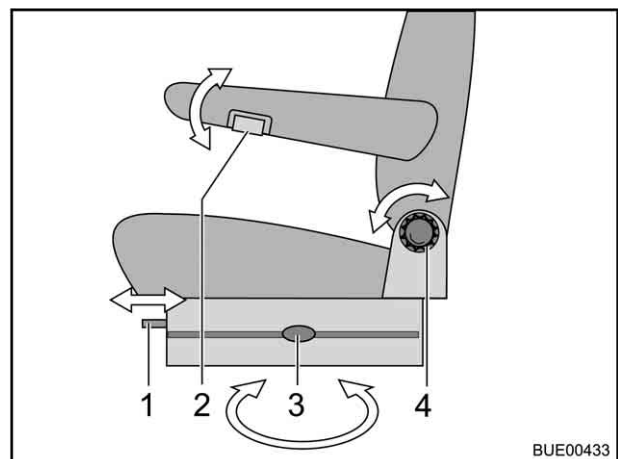

Fig. 12 Siège conducteur et siège passager
- Tirer le levier de déverrouillage (Fig. 12,1) vers le haut. Le siège peut être déplacé vers l'avant ou vers l'arrière.
- Tirer le levier de déverrouillage (Fig. 12,3) vers le haut. Le siège est libéré du dispositif de blocage. Le sens de pivotement est au choix. Le blocage des sièges n'est possible que dans le sens de la marche.
- Tourner la poignée (Fig. 12,4). L'inclinaison du dossier peut être modifiée.
- Pour un réglage précis, tourner le volant (Fig. 12,2) vers le haut ou vers le bas.